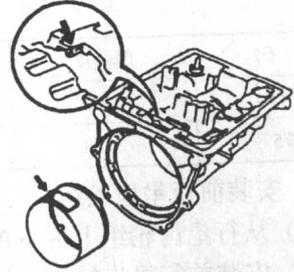

图 1-1-14
- (2) 将制动器环套上的锁止扣与 A/T 箱体的开口对齐, 将制动器环套安装在 A/T 箱体上 (图 1-1-14)。提示: 制动器环套端部边缘应完全插入外活塞中。